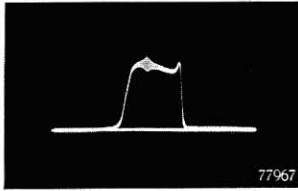

Abb. 9
- Es kann vorkommen, daß bei Frequenzbestimmungen die Frequenzmarke nicht als scharfe Spitze sondern als breites Interferenzband (siehe Abb. 9) auf dem Schirm des Oszillographen erscheint. Die Breite dieses Bandes läßt sich jedoch so weit verkleinern, daß eine deutlich sichtbare Marke übrigbleibt. Hierzu muß das mitgelieferte RC-Filter (siehe Abb. 6 und 10) zwischen den Eingang des Vertikalablenkverstärkers und den Meßpunkt des zu untersuchenden Empfängers geschaltet werden. Der Koaxialstecker des Kabels, über das die Vertikalablenkspannung dem Oszillographen zugeführt wird, muß dann in die Buchse des RC-Filters gesteckt werden. Der Metallmantel dieses Steckers, an dem eine Erdklemme befestigt ist, muß mit der Hülse des RC-Filters Kontakt machen. Der Stecker des Filters und die genannte Erdklemme müssen mit den Eingangsbuchsen des Vertikalablenkverstärkers des Oszillographen verbunden werden.